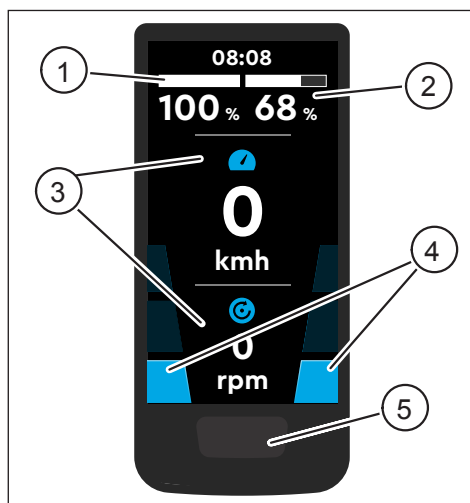
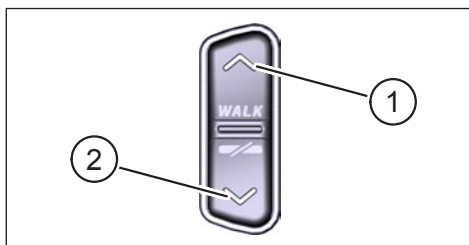

Fig. 1: Bediening en indicator componenten op Display
Fig. 2: Bediening op de Remote
Pos. in Fig. 1	Beschrijving
Pos. in Fig. 2	Beschrijving
- ▶ Houd de knop op de Display (Pos. 5 in Fig. 1) en de knop DOWN op de Remote (Pos. 2 in Fig. 2) minstens 5 seconden ingedrukt.
- Met een dubbele klik op op de knop op de Display (Pos. 5 in Fig. 1) schakelt u naar de volgende schermweergave.